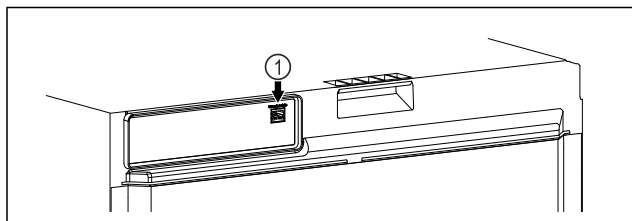

Fig. 109
- ☐ SmartModule Fig. 109 (1) er installert.